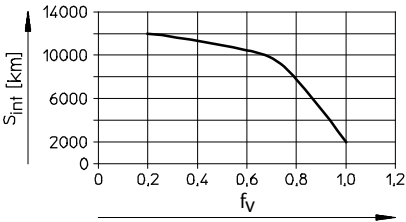

Fig. 12
- Dimezzare l'intervallo di lubrificazione  $S_{int}$  (→ Fig. 12) se si verifica una delle seguenti situazioni:
1. Calcolare il fattore di confronto del carico  $f_v$  mediante la formula per carichi combinati (→ 12 Dati tecnici) e sottrarre l'intervallo di lubrificazione  $S_{int}$  (→ Fig. 12).
1. Calcolare il fattore di confronto del carico  $f_v$  mediante la formula per carichi combinati (→ capitolo 12 “Dati tecnici”) e sottrarre l'intervallo di lubrificazione  $S_{int}$  (→ Fig. 12).